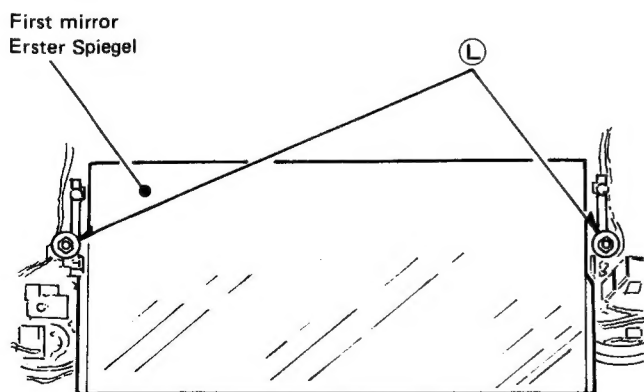

Fig. 5-1 Abb. 5-1
2. Remove the 2 nuts (L) shown in fig. 5-1.
2. Die zwei Muttern (L) in Abb. 5-1 entfernen.